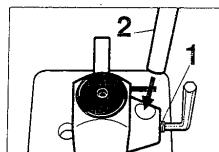

fig. 1
La Deriveteuse est fournie assemblée à l'exception du levier 2. Pour l'assembler dévisser la vis 1 à l'aide de la clé à aléne fournie. Insérer le levier 2 (voir fig.1) et le bloquer à l'aide de la vis 1.
Positionner la tête du rivet au centre du pointeau, abaissez le levier (2) (fig.1) lentement et sans accoups jusqu'à ce que le rivet soit sorti.